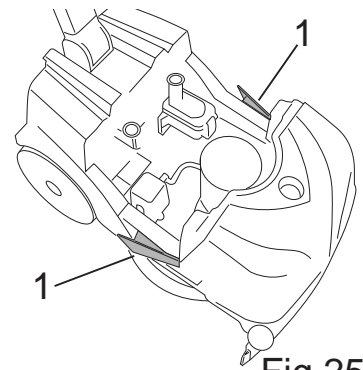

Fig.25
- Drücken Sie auf die beiden seitlichen Hebel zur Verriegelung der Tanks (Abb. 25, Pkt. 1) und nehmen Sie den Schmutzwassertank aus dem Rahmen.